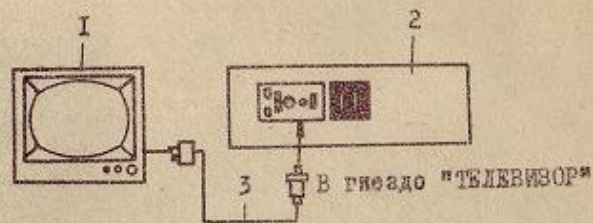

Рис.4. Схема соединения телевизора с видеоманитофоном:
- переведите переключатель "ТЕЛЕВИЗОР-КАМЕРА" в положение "ТЕЛЕВИЗОР", а переключатель "ЧБ-Ц" - в положение "Ц" (рис.4);